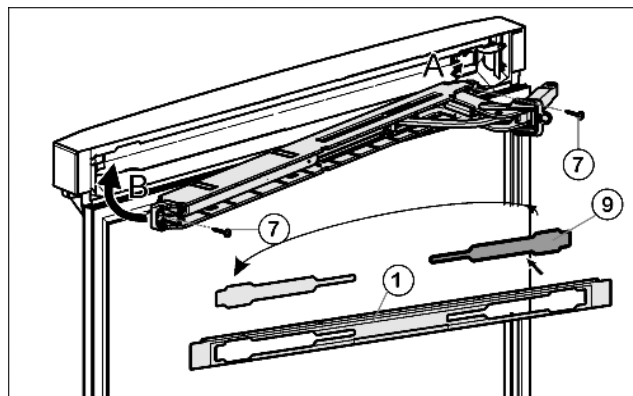

Fig. 17
- ▶ Kryt Fig. 17 (9) uvolněte z krytky Fig. 17 (1) a nasadte zase na druhé straně.
- ▶ Horní jednotku tlumiče zavírání zahákněte kloubem na straně stěžeje (A) a zaklopte ji dovnitř (B).
- ▶ Jednotku tlumiče zavírání pevně přišroubujte (2krát Torx® 15) Fig. 17 (7).